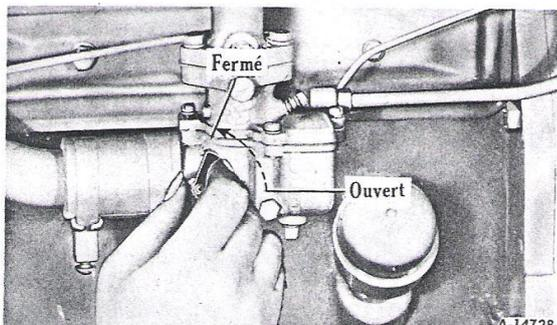

Figure 14 - Fermeture du levier du volet obturateur d'air du carburateur.
- 2 - Fermez le volet obturateur d'air en relevant le levier de ce volet de toute sa course, figure 14.